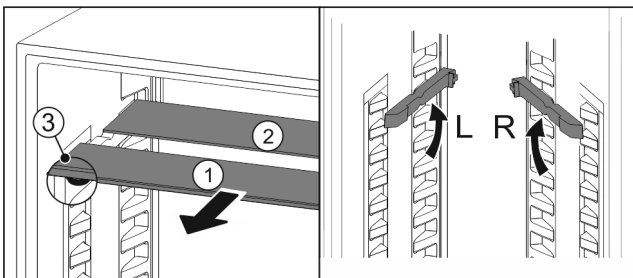

Fig. 20
- ▶ Посуньте Fig. 20 (1) скляну панель вперед.
- ▷ Скляна панель Fig. 20 (1) з декоративною планкою лежить спереду.
- ▷ Стопори Fig. 20 (3) показують вниз.